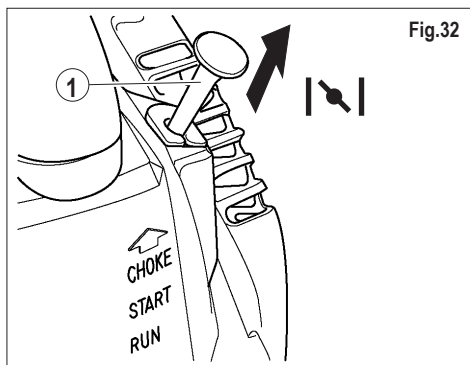

Fig.32
3) Tirer à fond le bouton du starter "CHOKE" (fig. 32 pièce 1).